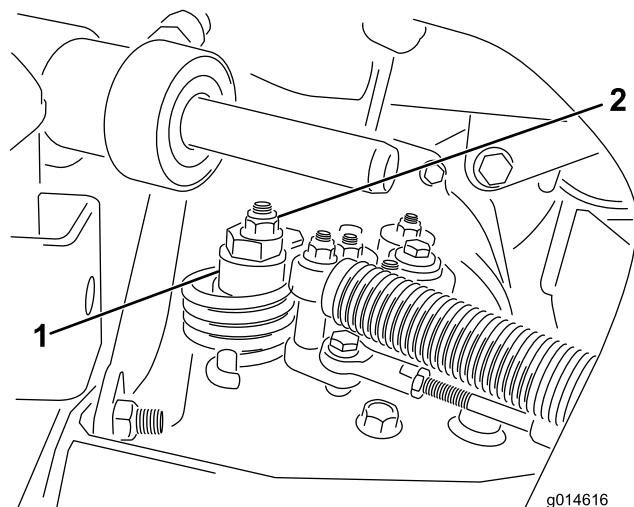

図 49
- 偏芯ナットをハイドロスタッフ上部に止めているナットをゆるめる（図 49）。
- どちらにも車輪が回らないように偏芯ナットを回して調整する。調整ができたら固定ナットを締める（図 49）。スロットル SLOW および FAST 位置で調整が正しいことを確認する。